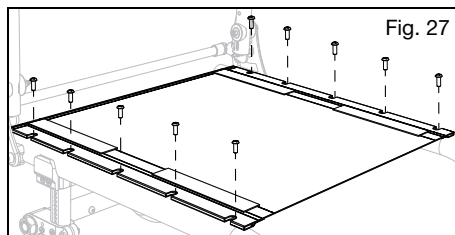

Fig. 27
2. Allentare le viti a testa (Fig. 27) sullo stesso lato del rivestimento del sedile e dell'aletta di regolazione della tensione.
6. Serrare nuovamente le viti a testa (Fig. 27).
1. Rimuovere le viti a testa da 5 mm (Fig. 27) dai binari del sedile su ogni lato del telaio e metterle da parte.
5. Reinscrivere le viti a testa da 5 mm (Fig. 27) avvitando parzialmente in posizione. Una volta inserite tutte le viti, tornare indietro e stringere per fissare.